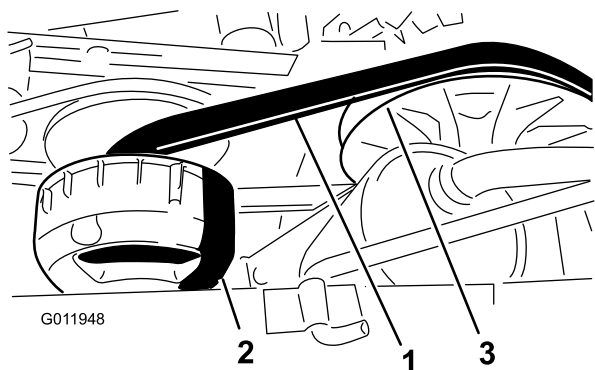

Figura 56
4. Fate girare la cinghia (Figura 56) ed ispezionatela per rilevarne eventuale segni di eccessiva usura o danni.
3. Girate la cinghia e fatela passare sulla frizione secondaria (Figura 56).
4. Rimuovete la cinghia dalla frizione primaria (Figura 56).
5. Allineate la nuova cinghia sopra la frizione primaria (Figura 56).
6. Girate la cinghia e fatela passare sulla frizione secondaria (Figura 56).